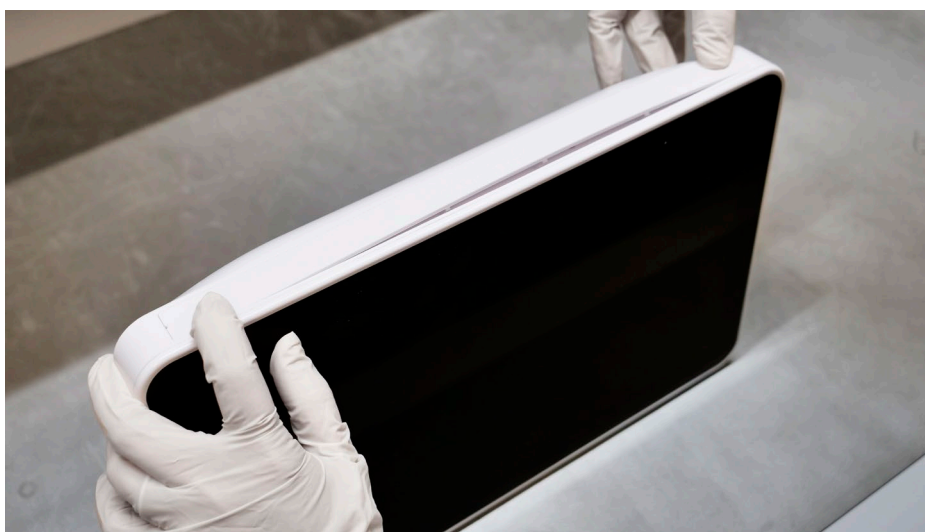

Figura 33 Colocar as placas de identificação
f) Encaixar as placas de identificação no lugar (ver a Figura 33)
Pressione primeiro as duas extremidades da placa de identificação (ver a Figura 33). Em seguida, pressione o resto da placa de identificação em direção ao centro. O logótipo Ambu na placa de identificação deve estar legível a partir do lado frontal da unidade de visualização. Se as placas de identificação estiverem danificadas, utilize as novas placas fornecidas com o kit de peças sobresselentes.